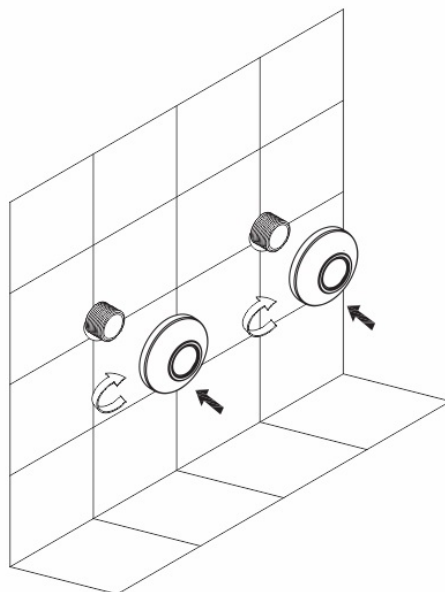

Рисунок 7
4. Установите на эксцентрики декоративные отражатели (Рисунок 7).